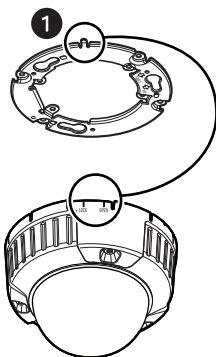

Рис. 26. Установка камеры на крепление камеры (монтаж заподлицо)
- а. Прикрепите камеру к креплению камеры, выровняв метку «OPEN» на камере с выступом на креплении камеры (см. рис. 26).